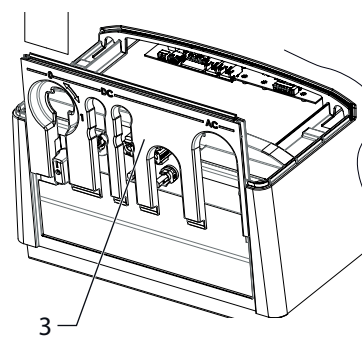

Figure 8: Retirer la glissière
8. Variante 2 : Retirer la glissière. (Voir Figure 8 à la page 6)